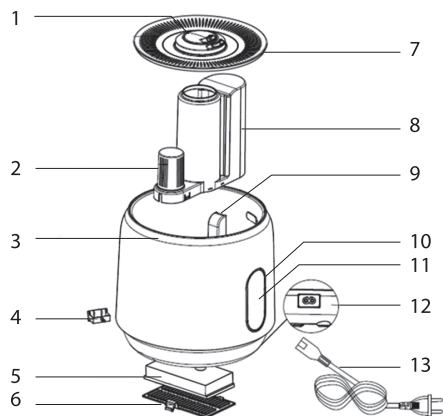

Рис. 1 Устройство прибора
Функция ароматизации	Аромакапсула находится с обратной стороны базы прибора (рис. 1). В нее можно добавлять эфирные масла и ароматизаторы для создания в комнате атмосферы уюта и комфорта. В сезон простуд в аромакапсулу можно добавлять, например, эвкалиптовое эфирное масло для профилактики простудных заболеваний. Как воспользоваться функцией ароматизации смотрите в разделе «Подготовка к работе».
1. Снимите с прибора крышку бака с распылителем. (рис. 1).
При перемещении увлажнителя всегда держите прибор за базу (рис. 1). Если в приборе есть вода, во избежание ее попадания в электронные узлы через шахту вентилятора (рис. 1), держите прибор вертикально.
3. Слейте воду из базы прибора так, чтобы вода не попала в шахту вентилятора (рис.1). В противном случае вода может попасть в электронные компоненты прибора. Если это произошло, необходимо дать прибору высохнуть и обратиться в сервисный центр.
Воздушный фильтр предназначен для очистки воздуха, поступающего в прибор, от крупных частиц пыли и шерсти домашних животных. Воздушный фильтр установлен в специальный отсек в месте входа воздушного потока. Чтобы извлечь фильтр предварительной очистки, необходимо снять крышку воздуховода со дна прибора (рис.1).